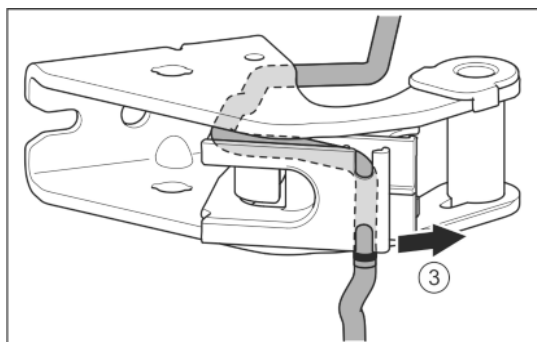

Fig. 24
- ▶ Высвободить кабель из направляющей. Fig. 24 (3)